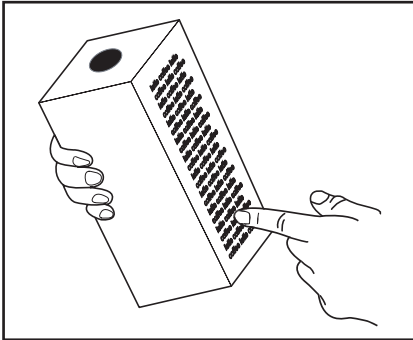

Fig. 1
- Stocker les packs de produit pour le café ou le thé dans le respect de la description sur le conditionnement (fig. 1).